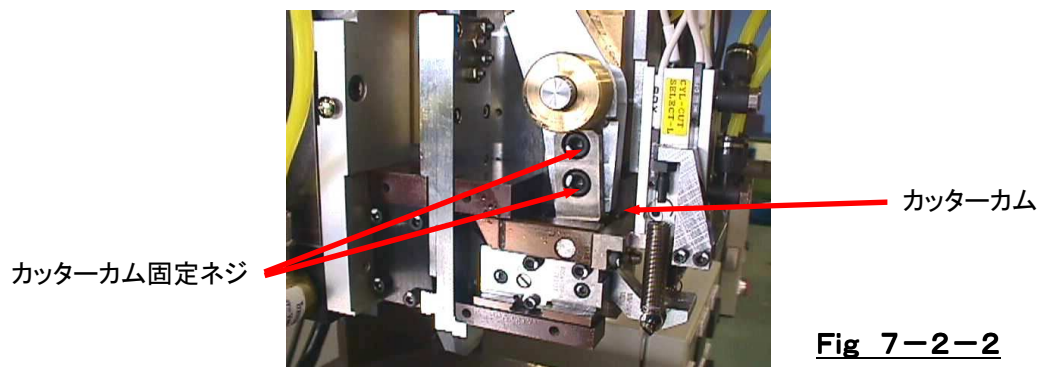

Fig 7-2-2
- ② カッターカム固定ネジを外して下さい。[Fig 7-2-2]